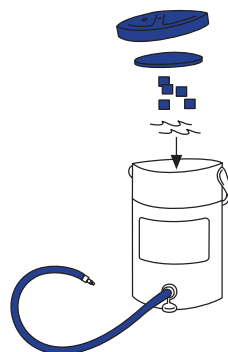

Figure 1
| 1. Préparer la glacière avant d'appliquer le Cryo/Cuff (Figure 1) | 30 |
1. Préparer la glacière avant d'appliquer le Cryo/Cuff (Figure 1)